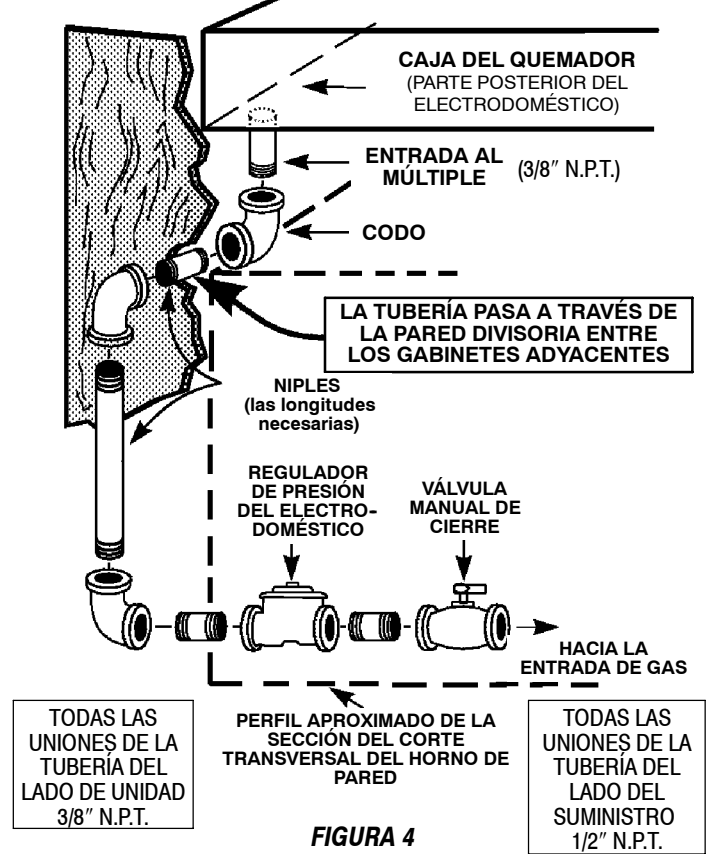

FIGURA 4
### Nota, en referencia a la Figura 4, anterior:
- Para hacer más conveniente el servicio debe incluirse una unión (no se muestra: está disponible localmente) en la tubería que se ilustra en la figura 4, en la ubicación más práctica para la instalación. Por lo general, una ubicación práctica es el gabinete que se encuentra debajo de este electrodoméstico, cerca de la entrada del múltiple, en lugar de usar el gabinete adyacente.
Si el tomacorriente está montado en el gabinete adyacente a la derecha o a la izquierda, deberá proporcionarse un orificio como el descrito anteriormente en la pared divisoria entre los gabinetes. La figura 4 de la página 5, ilustra una pared divisoria típica (lado
izquierdo). El orificio (que no se muestra en la figura 4) puede ubicarse según sea conveniente en esta pared izquierda o en la pared derecha correspondiente.